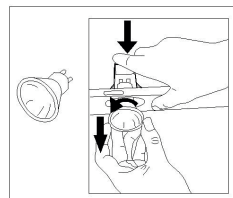

Рис. 14
4. Вставьте новую лампочку той же мощности (рис. 14).